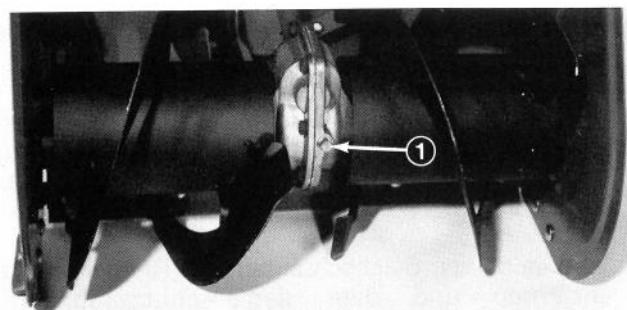

Abb. 26
3. Die Umgebung des Ablassstopfens säubern (Abb. 26).
4. Die Ablasswanne vorne unter das Räumgetriebe stellen und den Ablassstopfen heraus (Abb. 26).
7. Den Stopfen wieder einschrauben (Abb. 26).